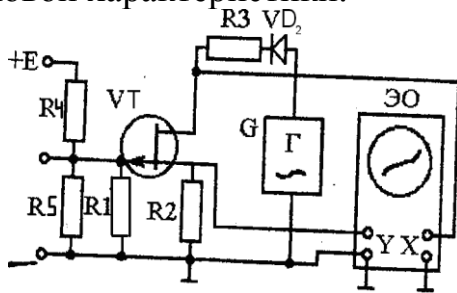

Рис. 3
4. Соберите схему рис. 3 для получения на экране осциллографа стоковой характеристики.